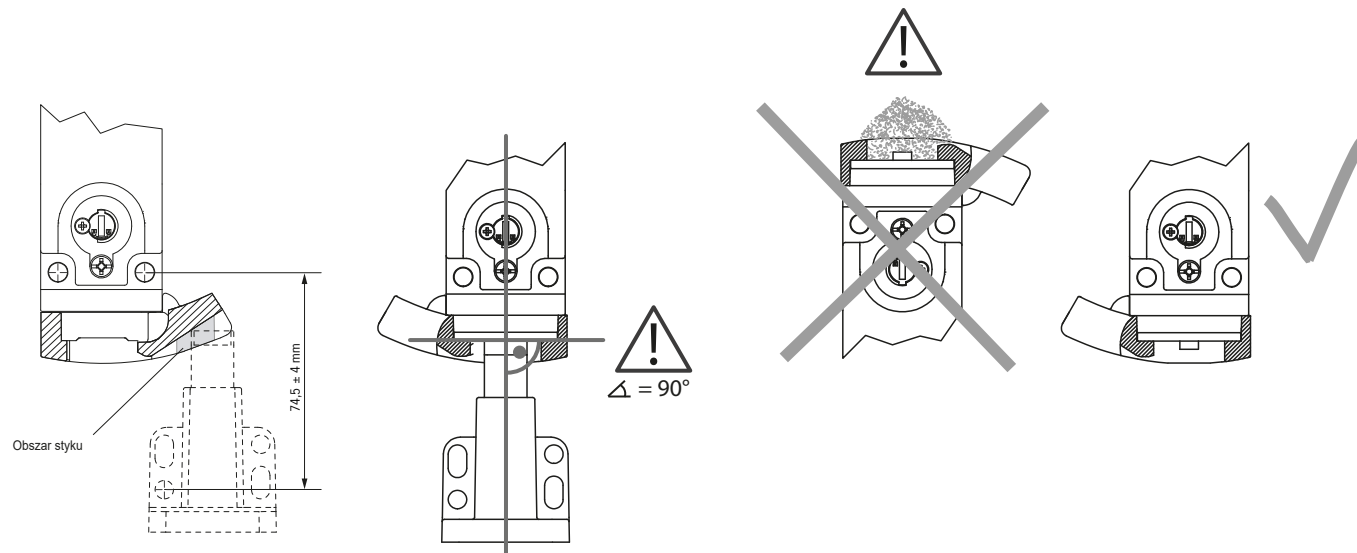

Rysunek 2: Sytuacja montażowa i promienie drzwi
- ▶ Przestrzegać minimalnych promieni drzwi (patrz *Rysunek 2*).